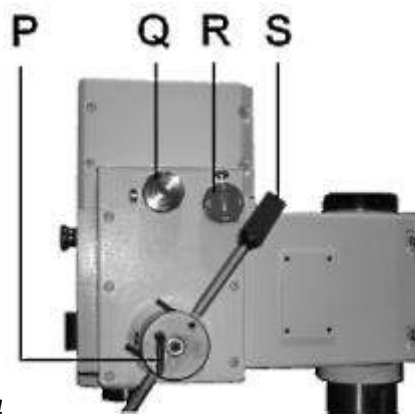

Рис.4
Установите выбранное значение автоподачи ручкой (R, рис.4) и переключите ручку (Q) на режим автоподачи.
Внимание: Не допускайте превышения глубины хода пиноли в режиме автоматической подачи. Если автоматическая подача не используется, отключите блок поворотом рукоятки (Q, Рис.4).